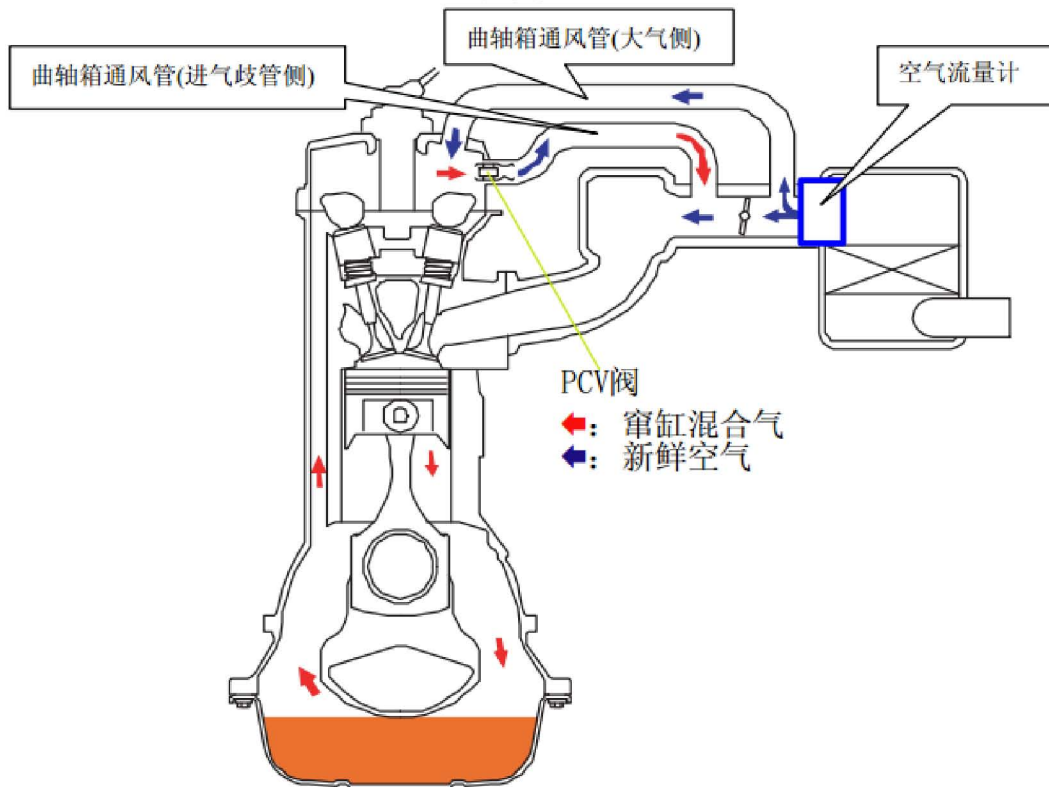

图 4 原理图
- 5). 如原理图 4 所示, 由于 PCV 损坏, 空气流量计测量后的空气, 一部分经节气门进入进气歧管, 一部分经过曲轴箱通风管(大气侧), 再经过 PCV 阀由曲轴箱通风管(进气歧管侧)进入进气歧管。